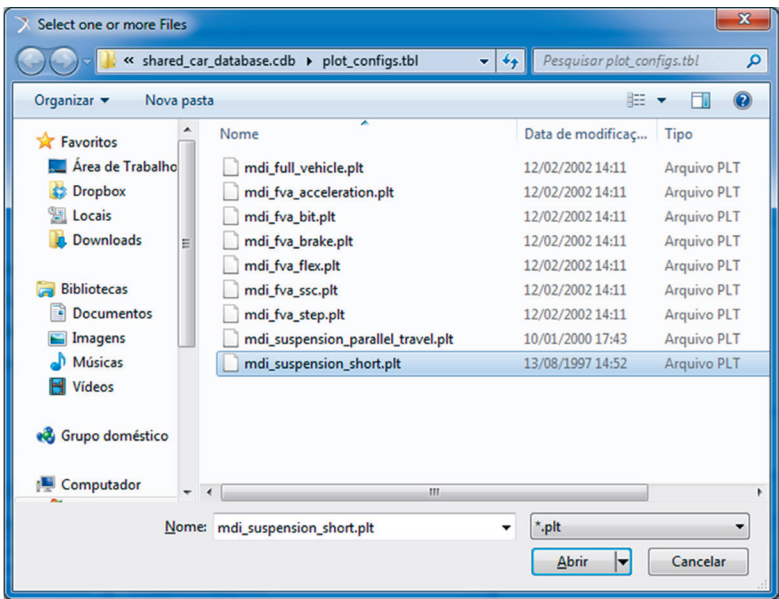

Figura 5.182 – Janela correspondente à definição de arquivo de configuração de gráficos.
- Na biblioteca do ADAMS/Car, já existem diversas opções disponíveis de configurações de gráficos. Nesse caso, como se está interessado nos resultados do *Assembly* relacionados à Suspensão, selecione a opção *mdi\_suspension\_short.plt* (Figura 5.182).